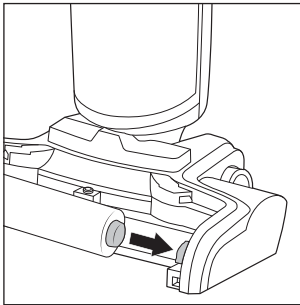

Afb. 37
- ♦ Laat de borstelrol **6** en de sproeikap **7** volledig drogen voordat u ze weer op het apparaat bevestigt (zie afb. 37).